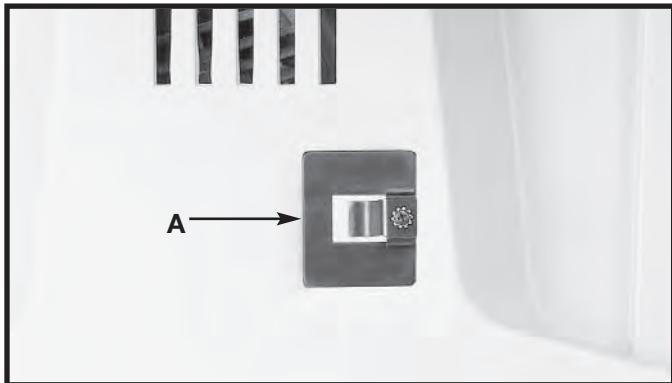
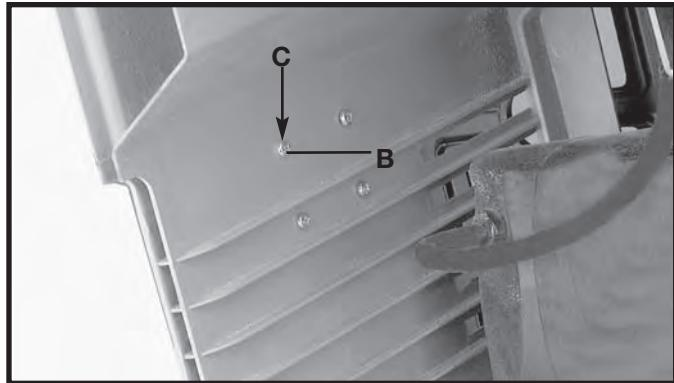

Fig. 21
Fig. 22
- Fixe o prendedor do graminho (A) Fig. 21 no lado esquerdo do compartimento da serra usando os quatro parafusos M4x.2x10mm (B) Fig. 22 e arruelas lisas 3/16" (C) de dentro do compartimento da serra.